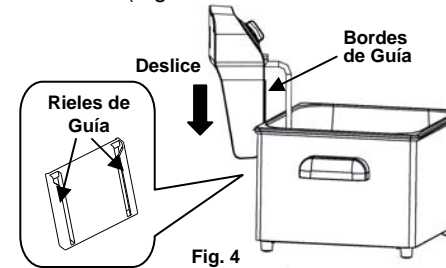

Fig. 4
- Inserte los bordes de guía del panel de control en los rieles de guía montados en la unidad de metal. (Fig. 4)